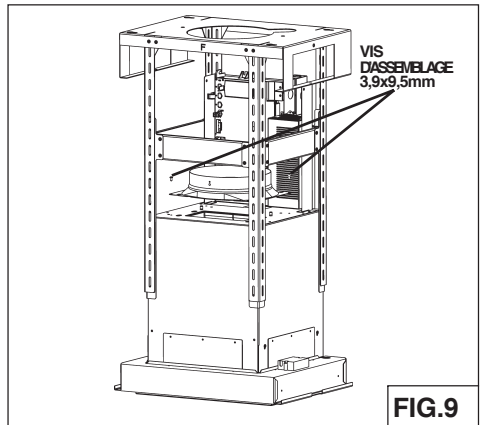

FIG.9
5. Fixer le Collier d'évacuation au haut de votre hotte, la fixation a lieu au moyen des 2 vis (3.9x9.5mm) qui se trouvent à l'intérieur du sachet accessoires (Fig.9).